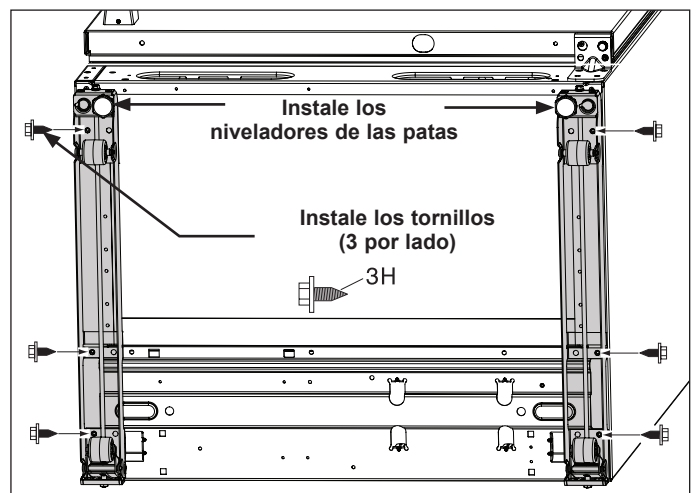

Figura 4
- a. Sujete el nivelador de las patas actual para nivelar el sistema. El nivelador de las patas es una pieza común que funcionará en ambos costados inferiores de la unidad. (Consulte la Figura 4).
- b. Sujete el nivelador de las patas con tres (3) tornillos por lado utilizando una llave de 3/8".